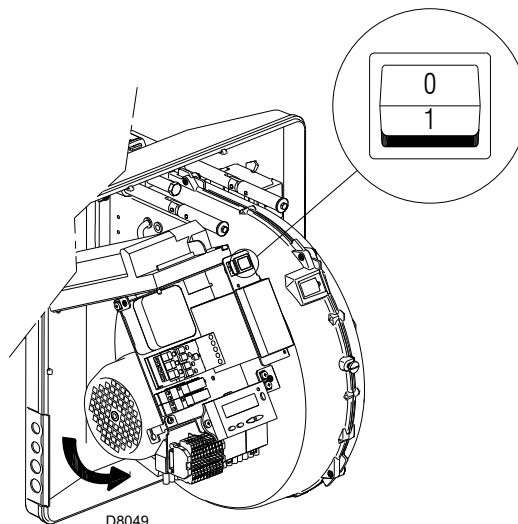

Fig. 28
Fermer les thermostats/pressostats et mettre l'interrupteur de la Fig. 28 en position "1".
Dès que le moteur démarre se positionner devant le ventilateur de refroidissement du moteur ventilateur et contrôler s'il tourne dans le sens contraire à celui des aiguilles d'une montre. Voir la Fig. 28.
- mettre l'interrupteur de la Fig. 28 sur «0» et attendre que la boîte de contrôle réalise la phase d'extinction;
Le brûleur est en état d'attente de demande de chaleur ou le sélecteur «0-1» (Fig. 28 à la page 30) est sur la position «0».
Avec le sélecteur «0-1» (Fig. 28 à la page 30) le brûleur ne s'arrête pas immédiatement, mais la phase d'extinction a lieu.